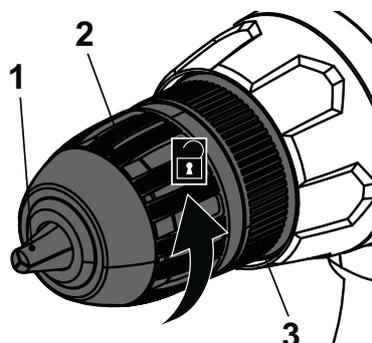

Fig. 1
- > Maintenez la bague de maintien [3] en position et faites tourner la bague de serrage [2] dans le sens antihoraire jusqu'à ce que le mandrin [1] soit suffisamment ouvert pour introduire le foret/l'embout (Fig. 1). Insérez entièrement le foret jusqu'à la butée (Fig. 2). Si vous utilisez un embout de vissage de 25 mm, insérez-le dans le logement d'un porte-embout.